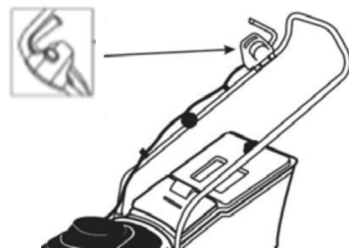

рис. 3
- Для включения газонокосилки: нажмите кнопку блокировки от случайного пуска (см. Рис.3), и удерживая ее в этом положении, нажмите на пусковой рычаг (см. Рис. 3)
- Для выключения газонокосилки: отпустите пусковой рычаг (см. Рис. 3) и отсоедините косилку от сети питания.